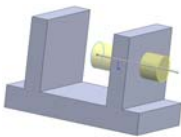

图 3-8 完全贯穿
- [完全贯穿]：从草图的基准面拉伸直到贯穿所有现有的几何体如图 3-8 所示。